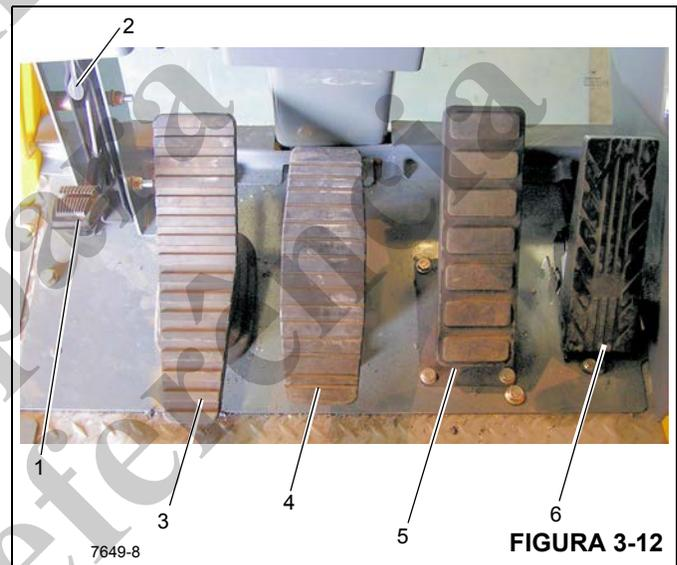

FIGURA 3-12
Números dos itens da Figura 3-12
O pedal da trava contra giro de 360° (1) (Figura 3-12) está localizado no lado esquerdo do piso da cabine do guindaste. O pedal é usado para acionar a trava contra giro para impedir que a torre gire. Para liberar a trava contra giro, puxe a alavanca de liberação da trava contra giro de 360° (2).
O pedal do freio de giro (3) (Figura 3-12) localiza-se no lado esquerdo do piso da cabine. O pedal do freio de giro é usado para acionar o freio de giro para diminuir ou interromper o movimento de giro. A frenagem é proporcional ao pressionamento do pedal. Com o pedal não pressionado e a válvula de controle do freio de giro desengatada, a pressão hidráulica é aplicada ao freio vencendo a pressão da mola e soltando o freio. Pressionar o pedal aciona a válvula do freio de giro a vácuo para aplicar pressão no conjunto do freio. Essa pressão auxilia a pressão da mola a vencer a pressão hidráulica aplicada no circuito de liberação do freio e aplica o freio de mola de acordo com a pressão da válvula do freio de giro a vácuo.
O pedal de controle do telescópio (4) Figura 3-12 é fornecido quando o guindaste está equipado com um guincho auxiliar. Localiza-se no lado esquerdo do piso da cabine. Empurrar a parte superior do pedal para frente estenderá a lança e empurrar a parte inferior do pedal para baixo retraindo a lança.
O pedal do freio (5) (Figura 3-12) é o segundo pedal a partir da direita no piso da cabine. Pressionar o pedal controla o acionamento dos freios de serviço.
O Pedal do acelerador (6) (Figura 3-12) localiza-se abaixo do módulo do mostrador do RCL, no piso. Ele é usado para controlar a rotação do motor que aumenta ou diminui proporcionalmente com a pressão aplicada no pedal. O pedal é conectado eletricamente ao módulo de controle da superestrutura que envia o sinal ao ECM do motor através do data link J1939.